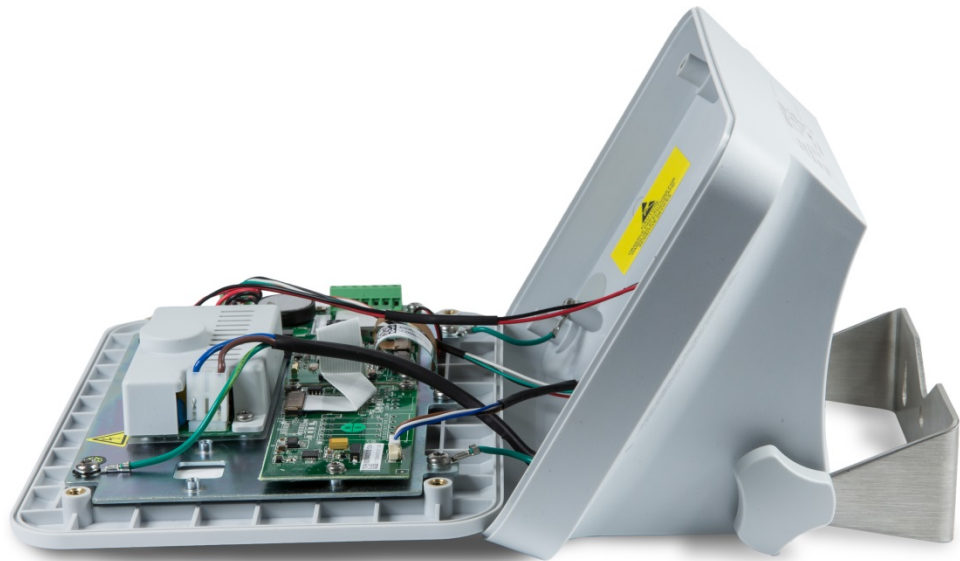

Abbildung 2-3: Entfernen der Abdeckung
3. Trennen Sie den vorderen Teil vom hinteren Teil, siehe Abbildung 2-3.